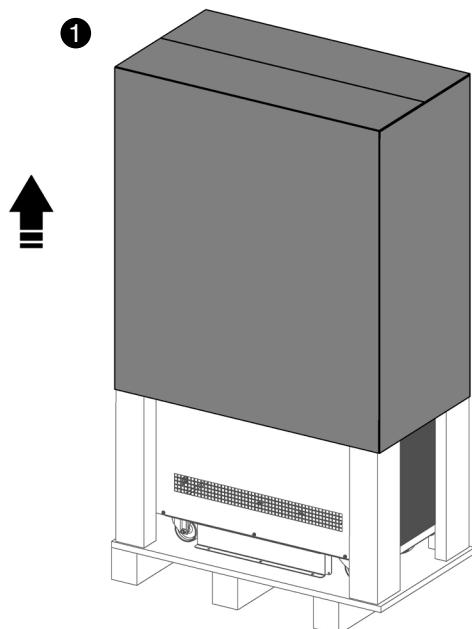

Fig. 22. Retrait de l'emballage en carton.
- 1 Pour déballer l'équipement, coupez les bandes du boîtier en carton et retirez-le par le haut comme s'il s'agissait d'un couvercle (Fig. 22) ou démontez-le avec les outils nécessaires si le boîtier est en bois.